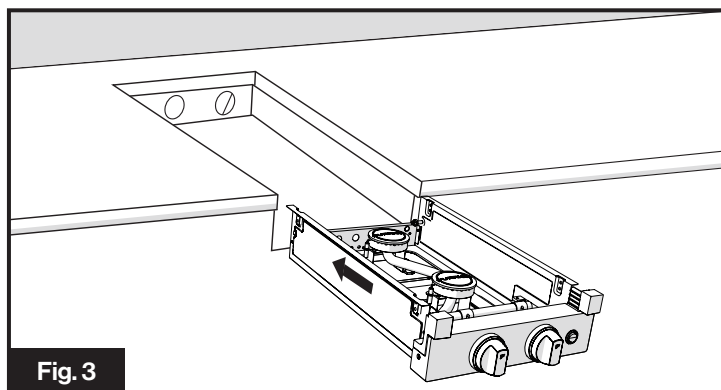

Fig. 3
3. Faites glisser le four de la cuisinière dans l'ouverture de l'armoire. Vérifiez que la table de cuisson est de niveau d'un côté à l'autre et de l'avant à l'arrière (Fig.3).